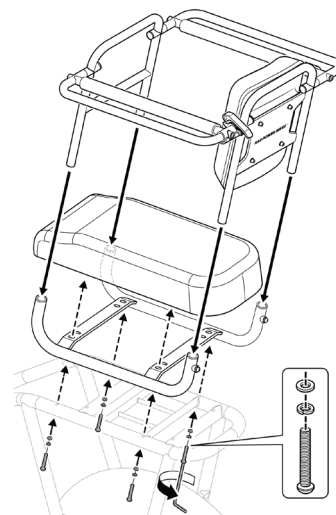

Figure 4 Position de montage sur le porte-bagages arrière avec des supports à boulons traversants.
- a. Placez le Caboose de manière à ce que les barres transversales soient alignées avec les ouvertures des boulons traversants sur les barres extérieures du porte-bagages arrière (voir la figure 4).